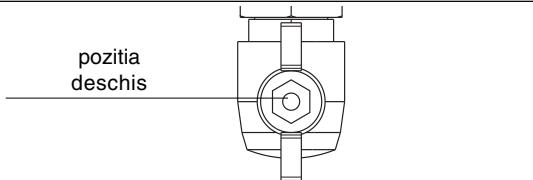

Fig. 47
- deschideti robinetul de gaz, in sens invers acelor de ceas (fig. 47)